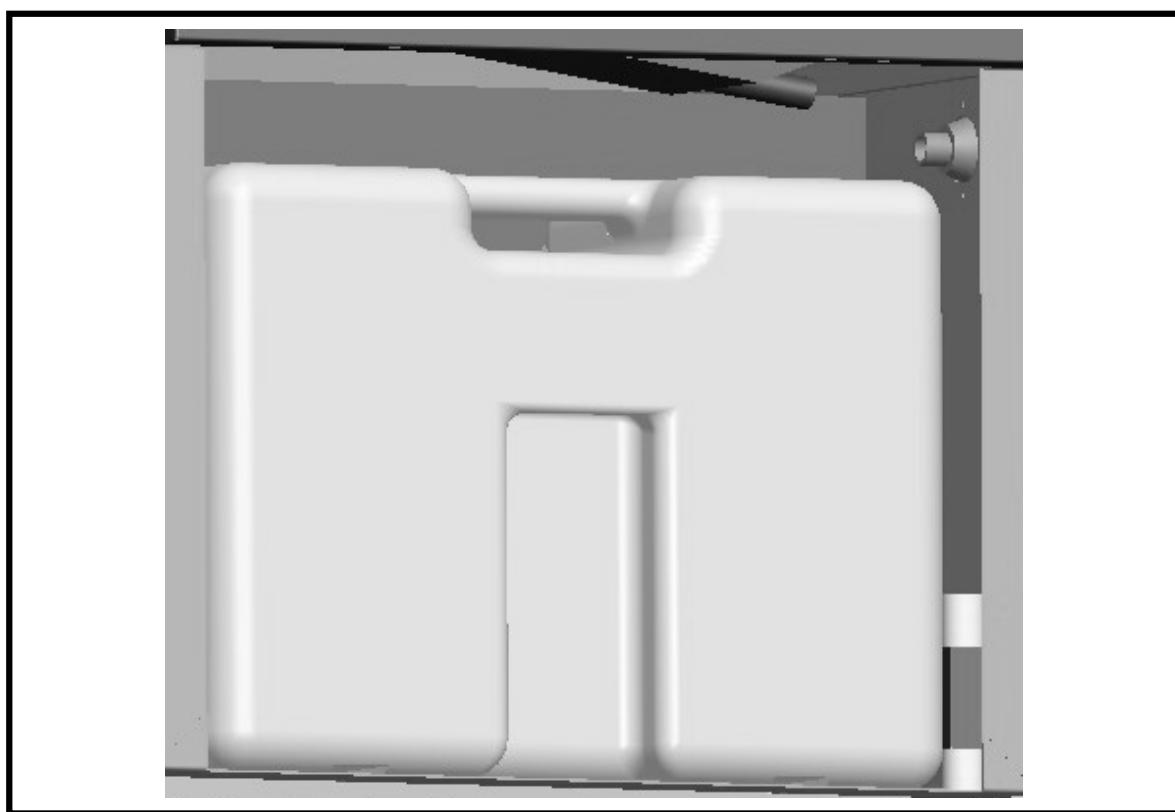

Fig. 19
- Достать резервуар, открыть выпускной клапан на дне резервуара, подключить к трубопроводу, установить резервуар на место и провести трубу через дно устройства (FIG. 19, 20).